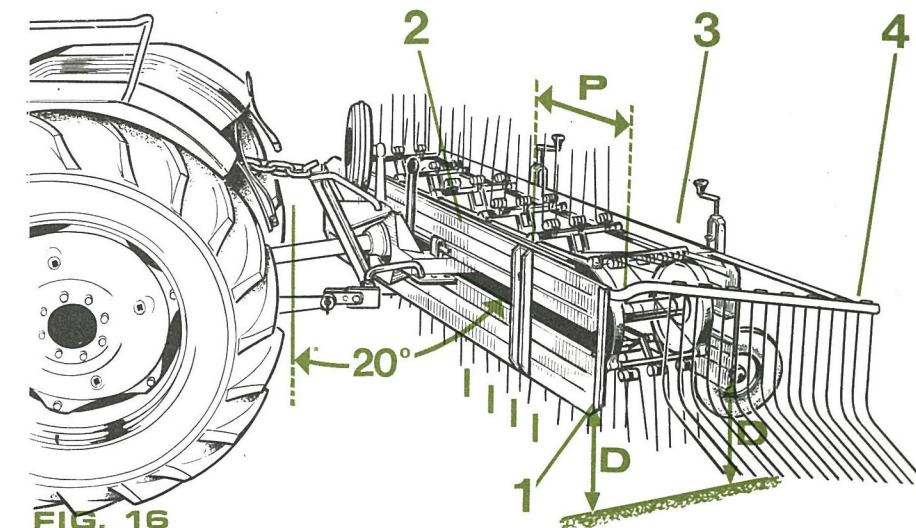

FIG. 16
Pour rassembler le fourrage en andains avec le rateau-faneur L 19, les réglages appropriés sont les suivants (fig. 16) :
■ inclinaison du virandain dans le sens longitudinal (voir page 9) : le virandain est parallèle au sol. La distance (D fig. 16) entre le bord inférieur (rep. 1) et le sol doit être la même pour les flasques protecteurs avant (rep. 2) et arrière (rep. 3). Le peigne andaineur (rep. 4) se monte à une distance (P) d'autant plus grande du rateau que la quantité de foin est plus importante. La vitesse de déplacement du tracteur ne doit pas dépasser 8 km/h.